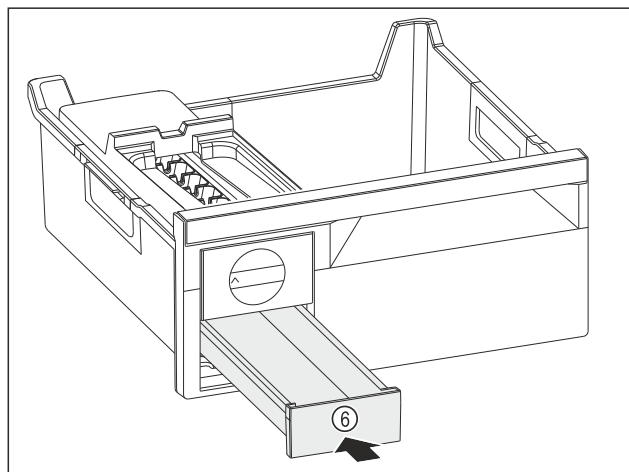

Fig. 83
- ▶ Zasuňte zásuvku na kocky ľadu Fig. 83 (6).